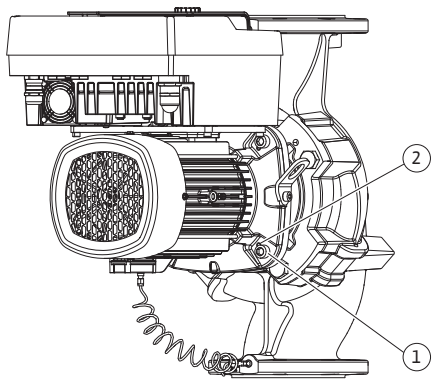

Fig. 10: Pressionar o conjunto de encaixe através dos orifícios roscados
5. Soltar a placa de retenção do sensor da pressão diferencial (Fig. I, pos. 13) do flange do motor, desapertando o parafuso (Fig. I e Fig. III, pos. 10). Deixar o sensor da pressão diferencial (Fig. I, pos. 8) suspenso com a chapa de suporte (Fig. I, pos. 13) nos cabos de medição da pressão (Fig. I, pos. 7). Desligar eventualmente o cabo de ligação do sensor da pressão diferencial no módulo eletrónico.
6. Afastar o conjunto de encaixe (ver Fig. 4) do corpo da bomba. Para tal, utilizar os dois orifícios roscados (ver Fig. 10). Para soltar o alojamento, introduzir parafusos M10 com comprimento adequado nos orifícios roscados.
8. Desapertar os dois parafusos fixos da chapa de proteção (Fig. I, pos. 27) e remover a referida chapa.
9. Introduzir uma chave de bocas com uma abertura de 18, 22 ou de 27 mm na janela da lanterna e fixar o veio nas superfícies de aperto (Fig. I, pos. 16). Desapertar a porca do impulsor (Fig. I, pos. 21). O impulsor (Fig. I, pos. 21) é extraído automaticamente do veio. Utilizar um extrator para impulsores de fundição.
10. Dependendo do tipo de bomba, desapertar os parafusos (Fig. II, pos. 10 a) ou (Fig. II, pos. 10 b).
11. Soltar a lanterna do dispositivo de centragem do motor com o extrator de dois braços (extrator universal) e removê-la do veio. O empanque mecânico (Fig. I, pos. 25) é também removido. Evitar o encravamento da lanterna.
12. Se o empanque mecânico tiver sido danificado, pressionar o contra-anel (Fig. I, pos. 26) do empanque mecânico para fora do alojamento da lanterna. Colocar o novo contra-anel na lanterna.